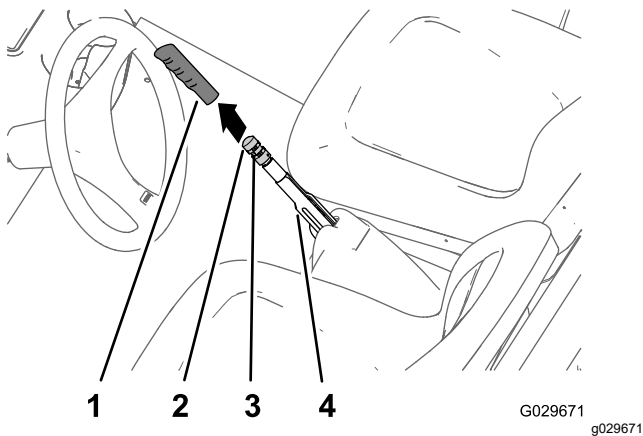

Figura 50
1. Retire la empuñadura de la palanca del freno de estacionamiento (Figura 50).
2. Afloje el tornillo de fijación que sujeta el pomo de ajuste del freno a la palanca del freno de estacionamiento (Figura 50).
(30–35 lbf) para accionar la palanca de freno de estacionamiento (Figura 50).
4. Apriete el tornillo de fijación e instale la empuñadura (Figura 50).
2. Afloje el tornillo de fijación (Figura 50) que sujeta el pomo de ajuste del freno a la palanca del freno de estacionamiento, quite el freno de estacionamiento y afloje el pomo de ajuste del freno.
5. Gire el pomo de ajuste del freno (Figura 50) hasta que se requiera una fuerza de 133–156 N (30–35 lbf) para accionar la palanca de freno de estacionamiento.
- C. Gire el pomo de ajuste del freno (Figura 50) hasta que se requiera una fuerza de 133–156 N (30–35 lbf) para accionar la palanca de freno de estacionamiento.
- Apriete el tornillo de fijación e instale la empuñadura (Figura 50).